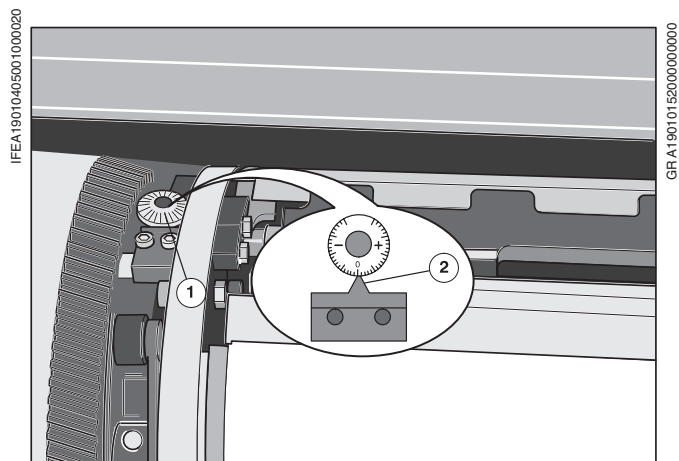

Рис. 20 Настройка диагональной приводки
- ❷ Открыть ограждение над формным цилиндром ПС 1.
- ❸ Установить регулировочное колесо (Рис. 20/❶) на формном цилиндре на стороне обслуживания инструментом оператора на нужное значение; считать установленное значение на стрелке (Рис. 20/❷).
- ❹ После корректировки диагональной приводки офсетное полотно нужно смыть.